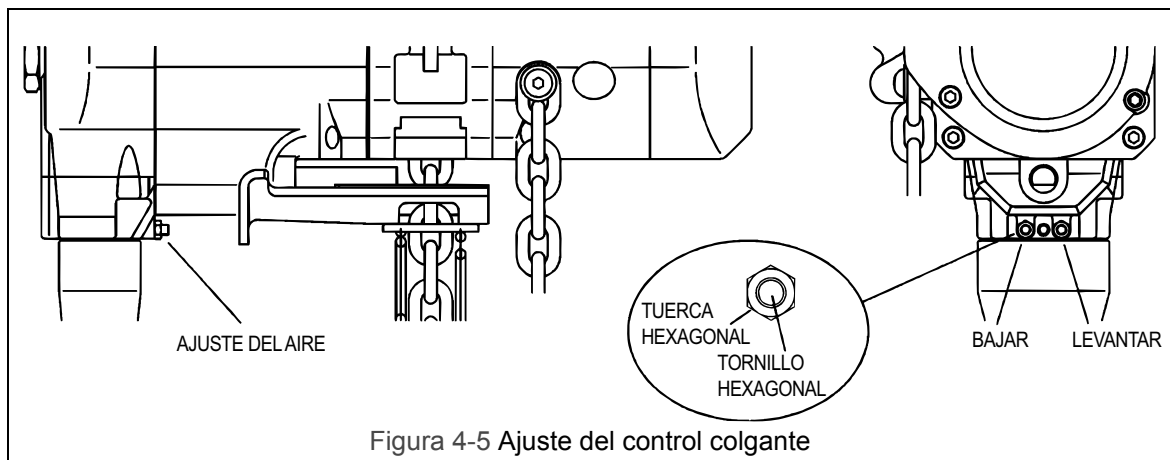

Figura 4-5 Ajuste del control colgante
- 4.6.2 Para ajustar la presión de aire del colgante localice la tuerca hexagonal y el tornillo hexagonal como se muestra en la Figura 4-5. El tornillo de ajuste que está en el lado izquierdo es para ajustar la velocidad de descenso y el tornillo de ajuste que está en el lado derecho es para ajustar la velocidad de elevación.